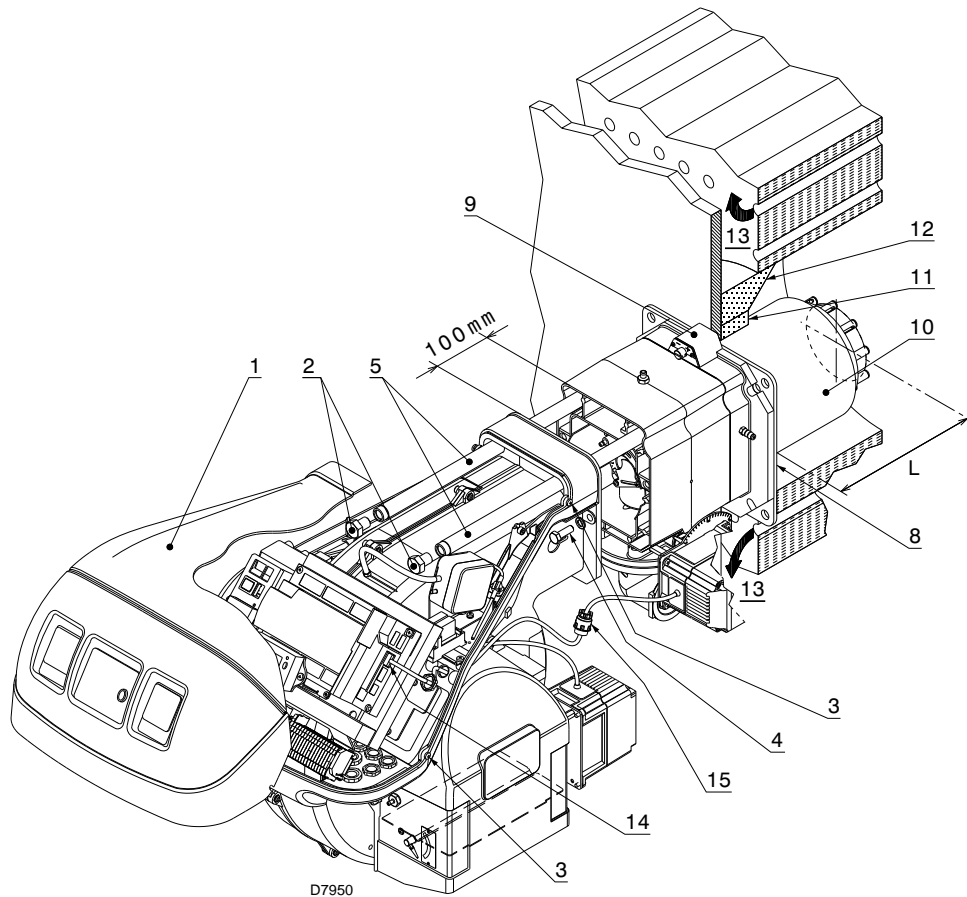

Fig. 13
La longueur de la buse 10)(Fig. 13) doit être choisie en fonction des indications du constructeur de la chaudière et, dans tous les cas, elle doit être supérieure à l'épaisseur de la porte de la chaudière munie de réfractaire.
Les longueurs L)(Fig. 13) disponibles sont:
Séparer ensuite la tête de combustion du reste du brûleur (Fig. 13).
Une fois cette opération effectuée, fixer la bride 9)(Fig. 13) à la plaque de la chaudière en interposant l'écran isolant 8) fourni de série.
- remonter le brûleur sur les glissières 3)(Fig. 13) à environ 100 mm du manchon 4);
- brancher la fiche du servomoteur 14)(Fig. 13) et visser le passe-câble 15);